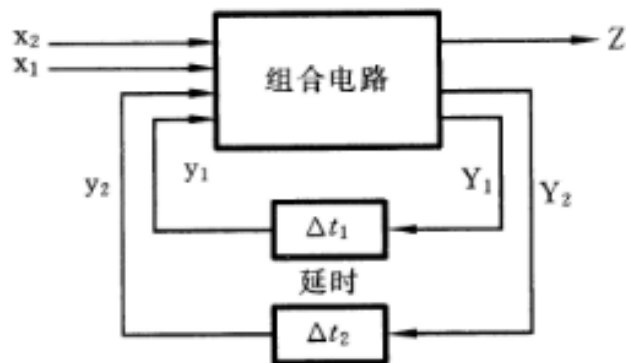

图 6.43 结构框图
- 请在Logisim上实现习题6.13的电路（图6.43），并验证该电路的功能。
6.13 图 6.43 为某电平异步时序逻辑电路的结构框图。图中，